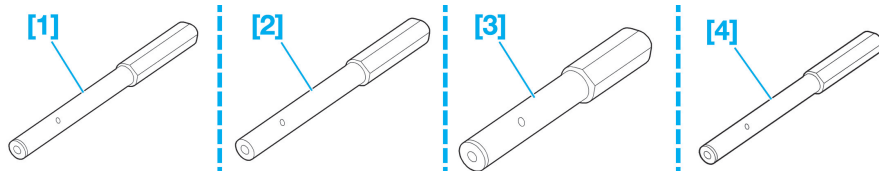

FIG. 29
- [1]. Outil de calage du vilebrequin (Fig.29).